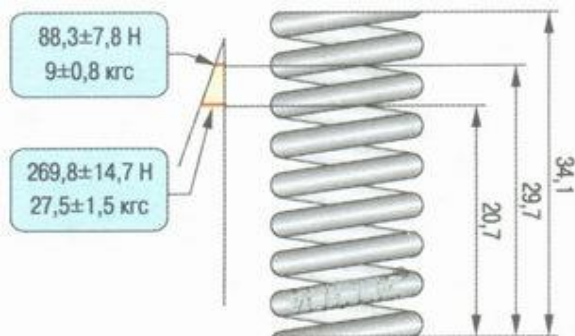

Рис. 1.38. Параметры проверки внутренней пружины клапана
17. Аналогично проверьте параметры внутренней пружины клапана (рис. 1.38).